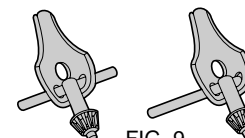

FIG. 9
3. Passer les extrémités de la clé du mandrin dans les deux trous du porte-clé (fig. 9).